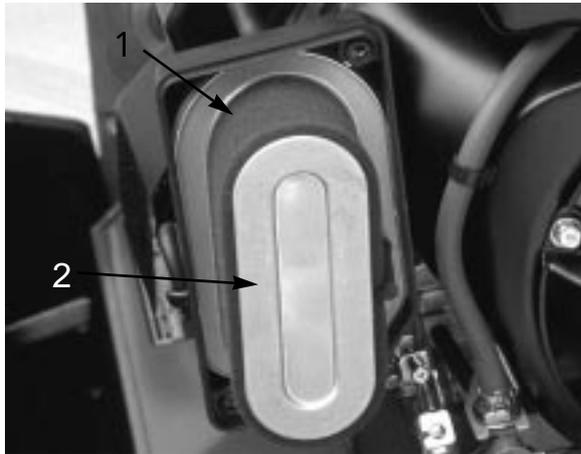

図 31
4. スポンジ（図31）を点検し、汚れていればペーパー・エレメントから外してきれいに洗う。